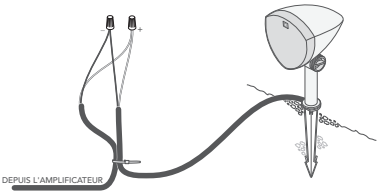

Figure 6
2. En commençant par l'enceinte la plus éloignée de l'amplificateur, dénudez 3/4 po d'isolation sur l'extrémité coupée des câbles pleine terre pour le canal d'amplification approprié, conformément aux tableaux ci-dessous, puis dénudez l'isolation des extrémités du câble de l'enceinte correspondante (voir la Figure 6).
3. Connectez le câble pleine terre au câble de l'enceinte à l'aide d'un collier de serrage (voir Figure 6).